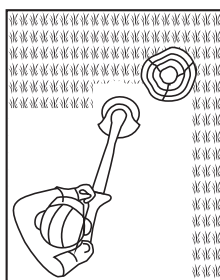

Fig. 12
3. Preste especial atención mientras esté trabajando cerca de árboles y arbustos. El cabezal de corte podría dañar cortezas frágiles y postes de cercado (Fig. 12).